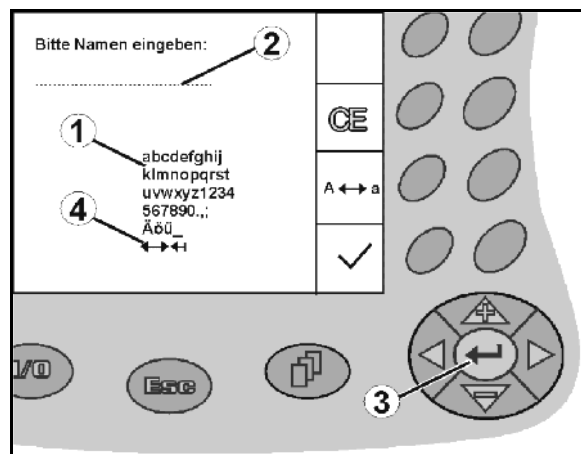

Fig. 12
Dacă este necesară introducerea de texte sau cifre la AMATRON⁺, atunci apare meniul de introducere (Fig. 12).
În partea inferioară a display-ului apare un câmp de selecție (Fig. 12/1) cu litere, cifre și săgeți din care este format rândul de introducere (Fig. 12/2) (text sau cifră).
Selectarea literelor și cifrelor în câmpul de selecție (Fig. 12/3).
-  Preluarea selecției (Fig. 12/3).
Săgețile  din câmpul de selecție (Fig. 12/4) fac posibilă deplasarea în rândul cu text.
Săgeata  din câmpul de selecție (Fig. 12/4) șterge ultima introducere.